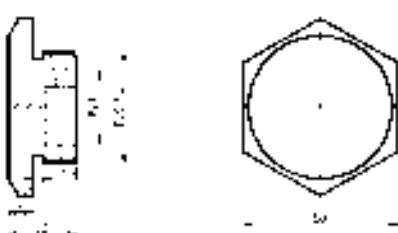

图 6-77 标注线性尺寸
- 2) 标注线性尺寸。单击“标注”工具栏中的“线性”按钮 ，标注线性尺寸，结果如图 6-77 所示。